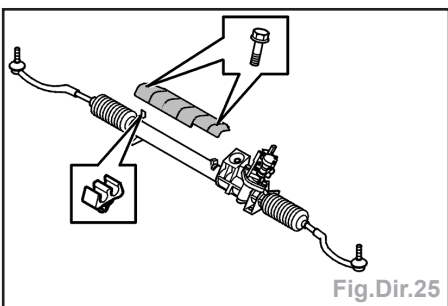

Fig.Dir.25
- En cas de remplacement, transférer le bouclier thermique (fig.Dir.25) et remplacer le support de la conduite d'huile.